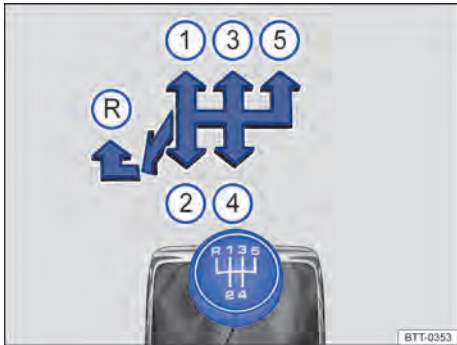
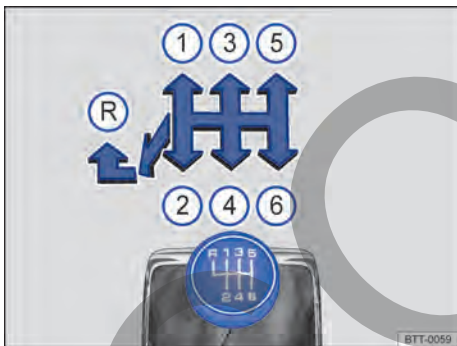

Fig. 98 Esquema de la transmisión manual de 5 marchas.
Fig. 99 Esquema de la transmisión manual de 6 marchas.
Las posiciones de cada una de las marchas están representadas en la palanca de cambio de marcha → fig. 98 y → fig. 99.
- Mueva la palanca de cambios completamente hacia la izquierda y después hacia adelante para situarla en la posición de la marcha atrás → fig. 98 y → fig. 99 (R).